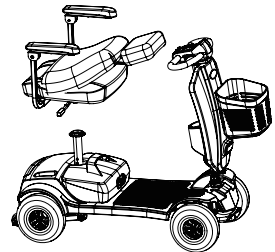

Abbildung 10
3. Greifen Sie die Sitzbasis und heben Sie den Sitz vertikal an, während Sie den Sitzhebel nach oben ziehen (siehe Abbildung 10).